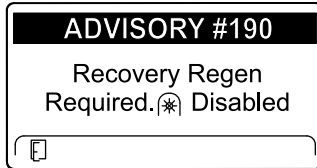

Bild 50
- Recovery regeneration required – power takeoff disabled ADVISORY #190 (Bild 50)